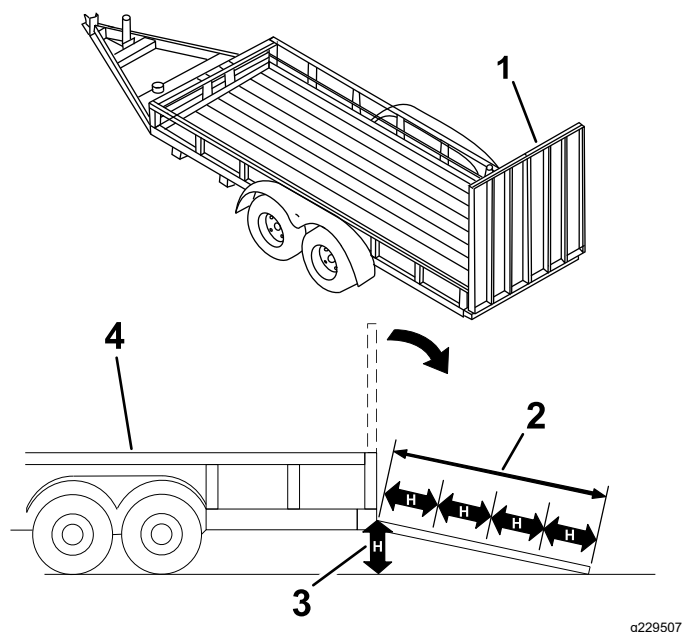

Figura 29
Colocar uma máquina num reboque ou camião aumenta a possibilidade de capotamento e pode provocar graves ferimentos ou morte (Figura 29).
3. Desça a rampa (Figura 29).